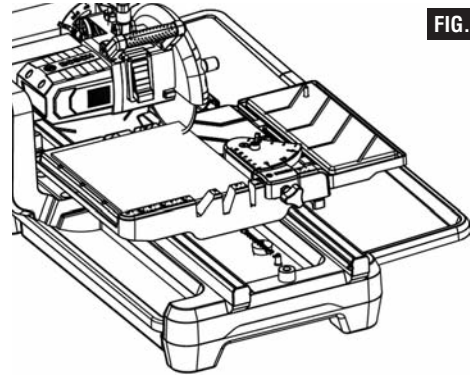

FIG. 36
- Plongez la lame dans le carreau. Ne forcez pas la scie et ne faites pas avancer la lame trop vite dans le carreau (Fig. 36).